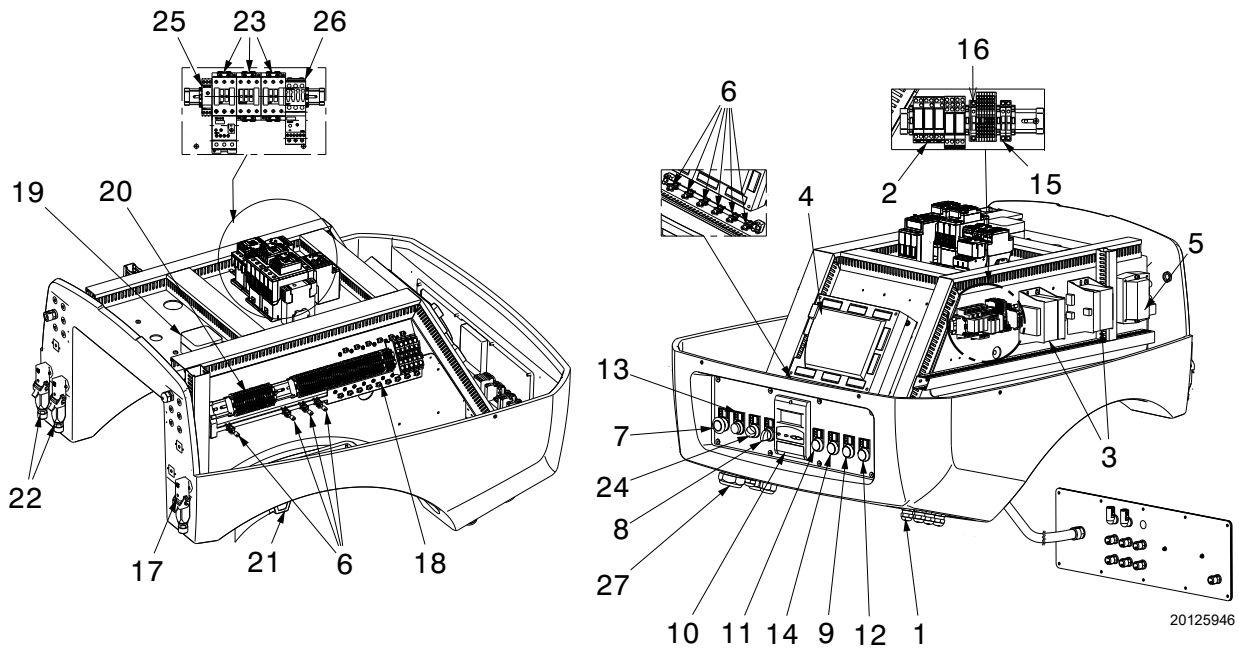

Abb. 6
- **Störabschaltung des Gerätes:** Das Aufleuchten der (**roten Led**) der Taste 13) (Abb. 6) weist auf eine Störabschaltung des Brenners hin. Zum Entsperren die Taste 13) (Abb. 6) drücken oder das Display verwenden.